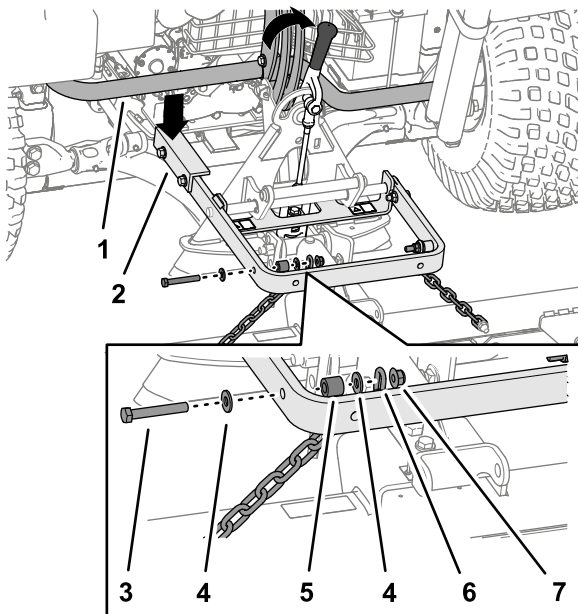

Figura 7
Importante: El brazo largo del conjunto del brazo de elevación debe quedar por debajo del conjunto del bastidor trasero de la unidad de tracción (Figura 7).
Siempre levante y mueva el accesorio usando el asa situada en la parte trasera del adaptador de accesorios (Figura 7).
5. Sujete el eslabón superior de cada cadena a la parte externa del brazo de elevación (Figura 7) usando un perno ($\frac{3}{8}$ " x $2\frac{1}{2}$ "), 2 arandelas ($\frac{3}{8}$ " x $\frac{7}{8}$ "), un espaciador y una contratuerca ($\frac{3}{8}$ ").